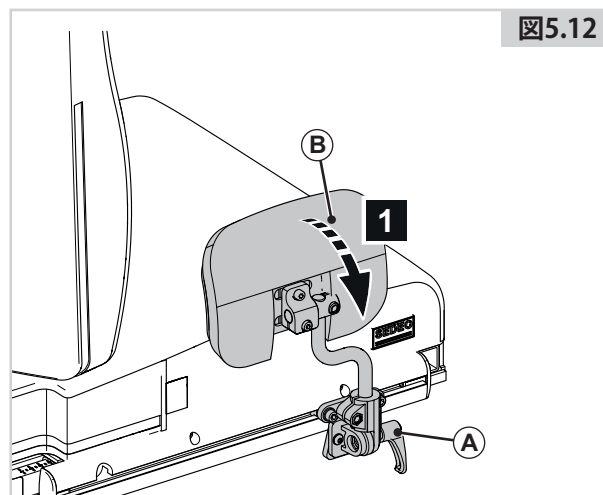

図5.12
1. (A)を押すと(B)を動かせます。
5.7 膝サポート/太腿サポート(図5.12)